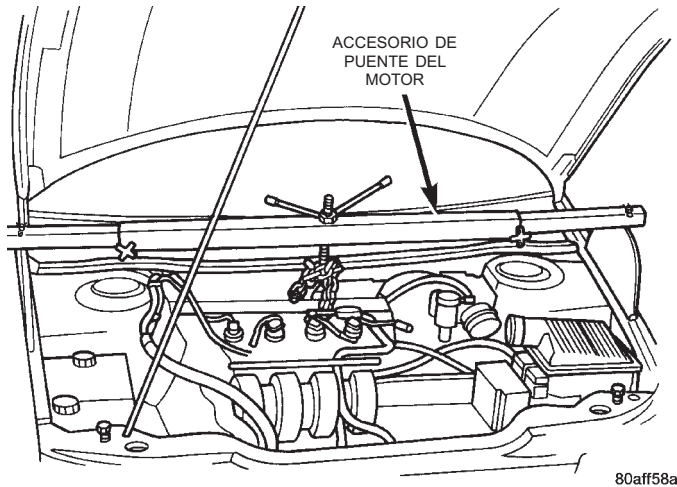

Fig. 54 Accesorio de soporte del motor (característico)
(8) Instale el accesorio de soporte del motor y apoye el motor (Fig. 54).